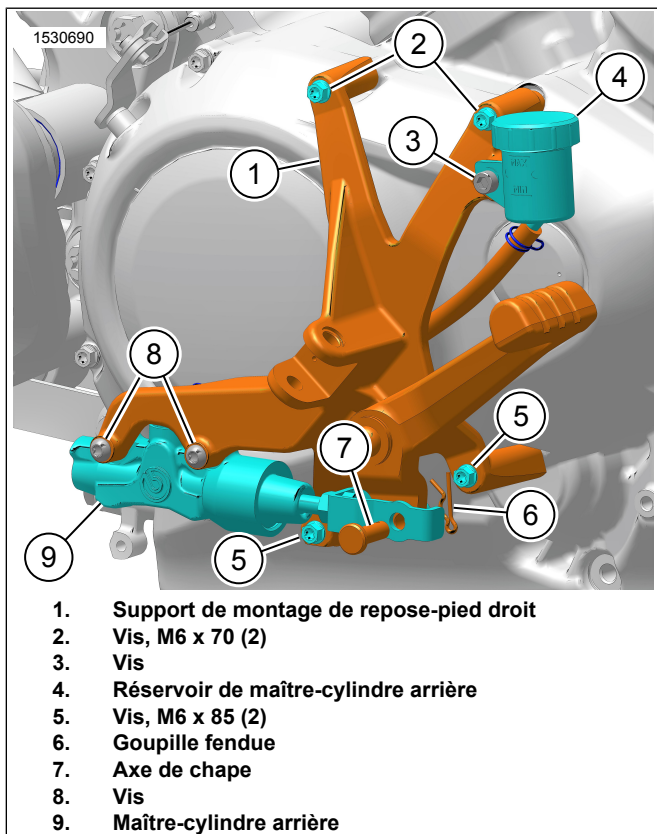

Figure 8. Support de montage de repose-pied droit
1. Voir la figure 8. Installer le maître cylindre arrière et le réservoir.
- a. Installer le maître-cylindre arrière (9).
- b. Poser les vis (8). Serrer.